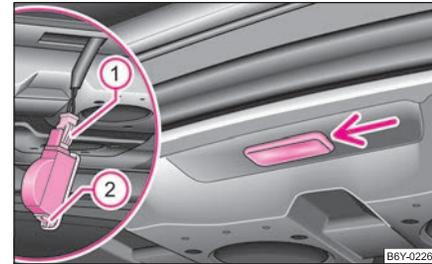

Abb. 183 Gepäckraumleuchte ausbauen (Sedan)
- Stecken Sie einen Schraubendreher in den Spalt unter der Leuchte ⇒ Abb. 183. Leuchte vorsichtig heraushebeln.
- Nach Entsichern der Federnase (1) den Stecker abziehen.
- Drücken Sie die Federsicherung (2) der Abdeckung weg und nehmen die Abdeckung ab.